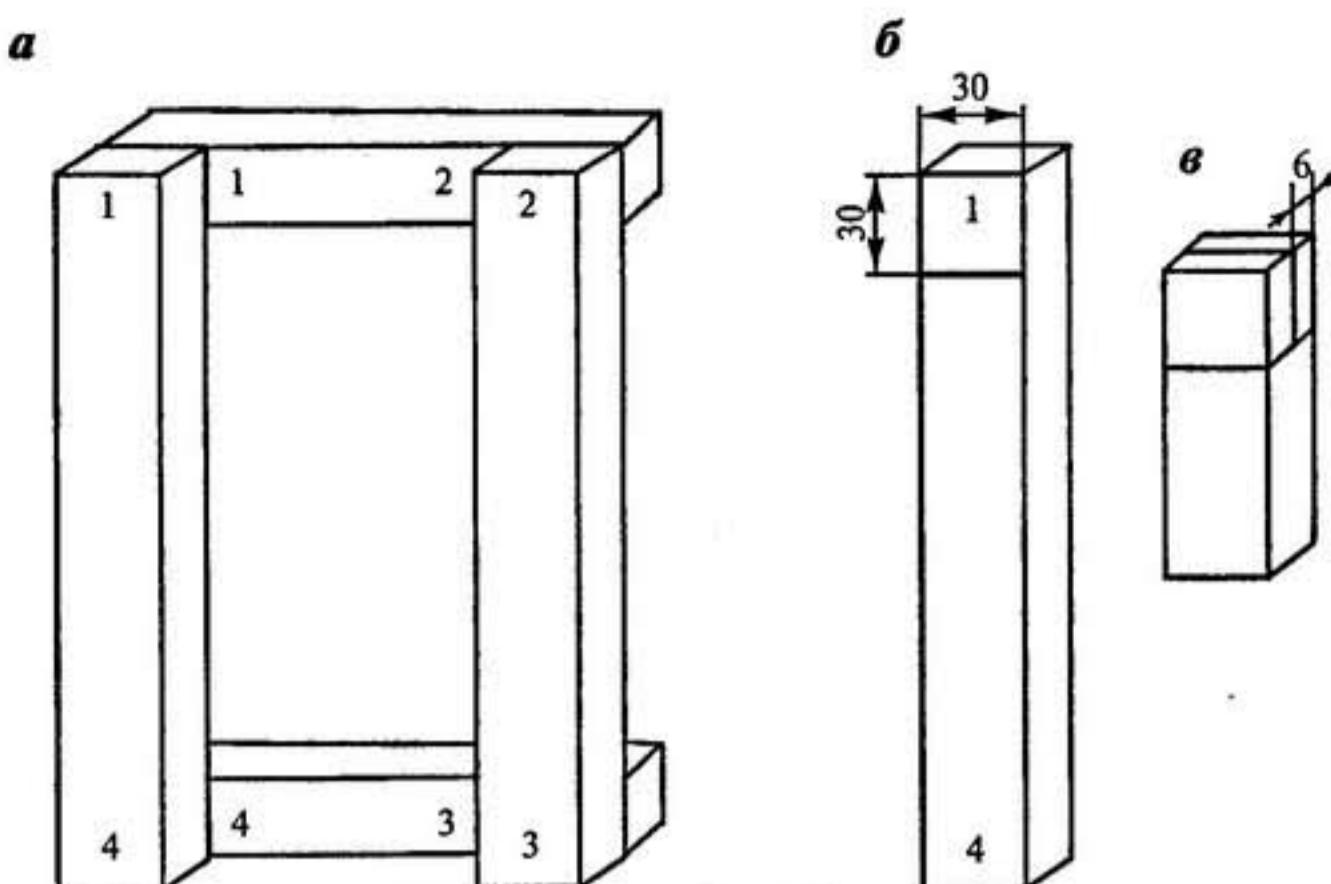

Рис. 160
1. Положите длинные рейки на короткие и отметьте каждую рейку карандашом так, как показано на рис. 160, а.
2. Отложите от края на пласти и кромке каждой рейки по 30 мм (рис. 160, б).
3. Соединение, используемое нами, называется вполдерева, поэтому размер толщины рейки 12 мм делим на 2, получаем 6 мм и, отмерив от пласти 6 мм на отложенном отрезке рейки, проводим по кромке и торцу линии, делящие толщину пополам (рис. 160, *в*).